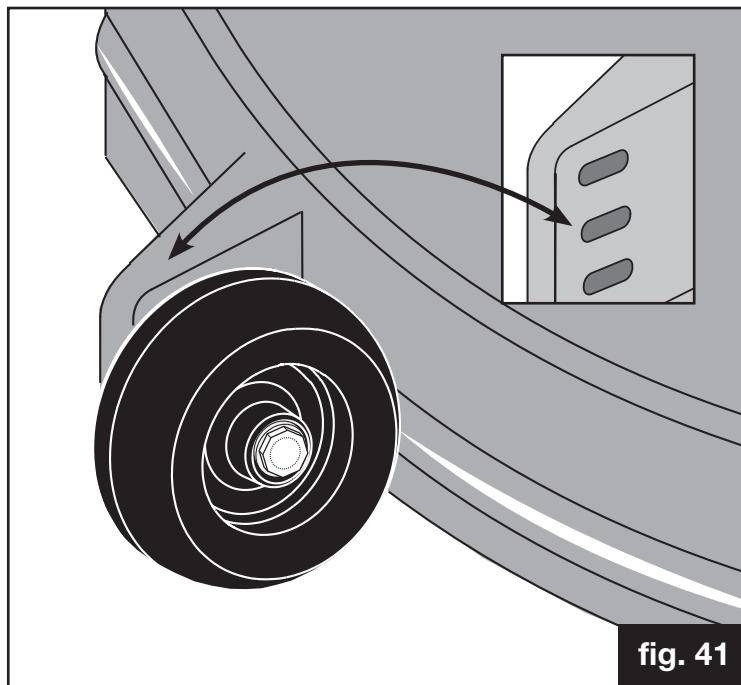

fig. 41
1. Se till att alla nivåhjulen är inställda till samma höjd – om inte, korrigera (Fig. 41).